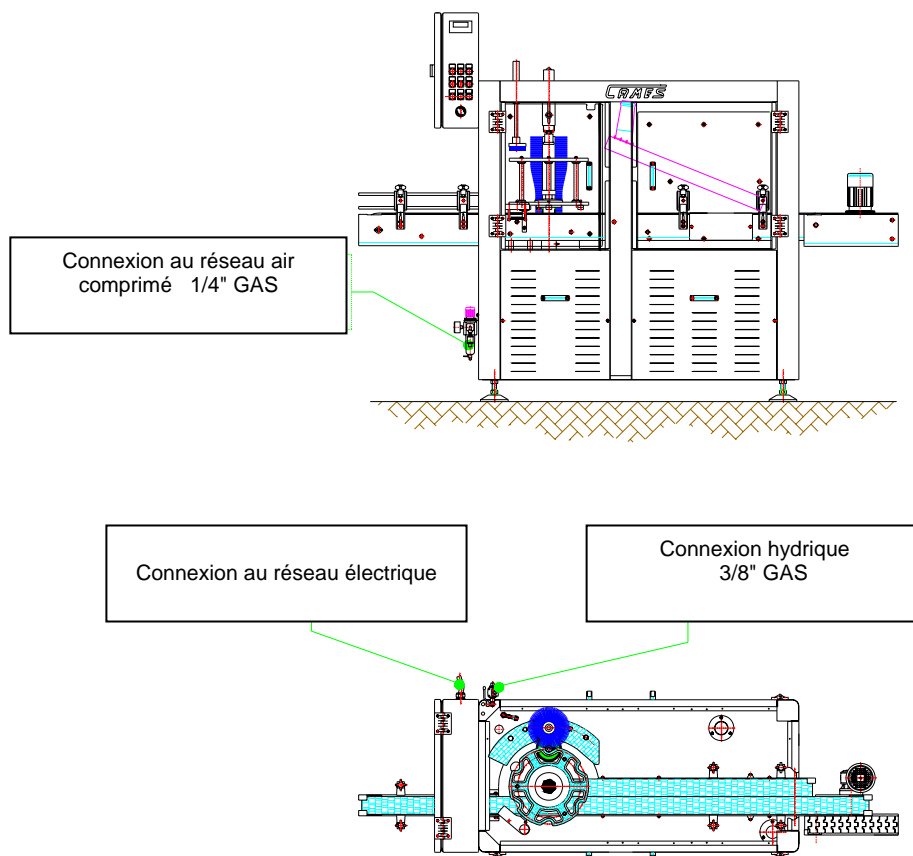

Fig.4
Les opérations de manutention par chariot élévateur devront être effectuées par des personnes formées pour cette typologie de transports, adoptant toutes les prescriptions de sécurité prévues par la réglementation en matière. En cas de déplacements après l'installation, avant de procéder à la manutention, il faut déconnecter les circuits d'alimentation électrique et pneumatique (voir Fig.4).
- Un tableau électrique d'alimentation et son câble de connexion pour le branchement au réseau, équipé de terre et protégé des courts-circuits comme prévu par la réglementation en vigueur en matière. La Fig.4 indique la position de connexion électrique de la machine.
- Un point de jonction pour le branchement au réseau de l'air comprimé ayant les dimensions 1/4" gaz nécessaire pour actionner les actionneurs pneumatiques. La Fig.4 indique la position de connexion pneumatique de la machine